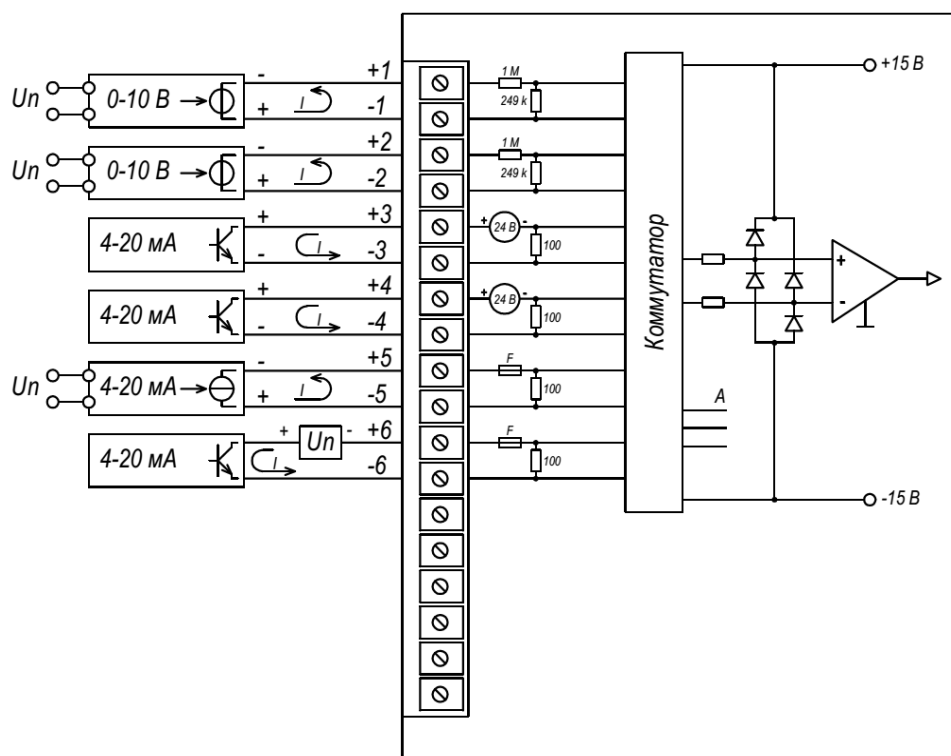

Рисунок 1.3 – Примеры схем подключения ПП различного типа
4.8.1 На лицевой панели модуля находится светодиодная линейка, индицирующая состояние модуля (рисунок 1.3):